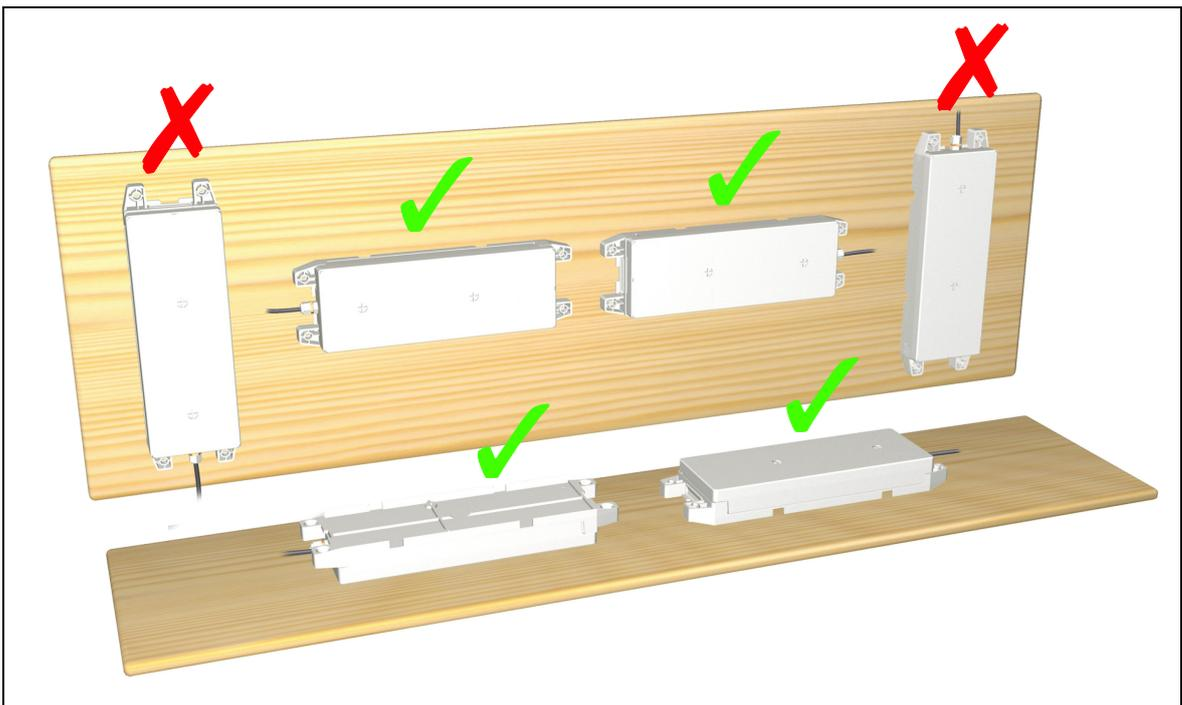

Abbildung 11 Erlaubte und verbotene Ladepositionen des AG300
<p>Beachten Sie bei der Montage des AG300 folgende Hinweise:</p> <ul style="list-style-type: none"> <li>• Laden Sie den AG300 vor der ersten Benutzung vollständig über mindestens 24 Stunden auf. Die eingebauten Akkus entfalten erst nach 5 bis 10 Lade- und Entladezyklen ihre volle Kapazität.</li> <li>• Beim Laden dürfen die Belüftungsschlitze des AG300 nicht abgedeckt werden.</li> <li>• Montieren Sie den AG300 so, dass der AG300 nicht auf der Oberseite liegt und die Anschlussleitung nicht nach unten zeigt. Nur dann darf der AG300 geladen werden, siehe die erlaubten Ladepositionen in Abbildung 11).</li> <li>• Für eine optimale Lebensdauer des AG300 sollte der AG300 nach dem Ladevorgang etwa 1 Stunde vor der Benutzung ruhen.</li> </ul>
- Laden Sie den AG300 nur in einer erlaubten Ladeposition (siehe Abbildung 11).
<p>Laden Sie den AG300 mit Antrieben / Steuerungen von DewertOkin auf oder mit der DewertOkin-Ladestation, denn diese weisen eine geprüfte Gerätekombination auf.</p> <p>Beachten Sie beim Aufladen folgende Hinweise:</p> <ul style="list-style-type: none"> <li>• Laden Sie den AG300 vor der ersten Benutzung vollständig über mindestens 24 Stunden auf. Die eingebauten Akkus entfalten erst nach 5 bis 10 Lade- und Entladezyklen ihre volle Kapazität.</li> <li>• Beachten Sie beim Ladevorgang folgende Ladepositionen: siehe Abbildung 11.</li> <li>• Für eine optimale Lebensdauer des AG300 sollte der AG300 nach dem Ladevorgang etwa 1 Stunde vor der Benutzung ruhen.</li> </ul>